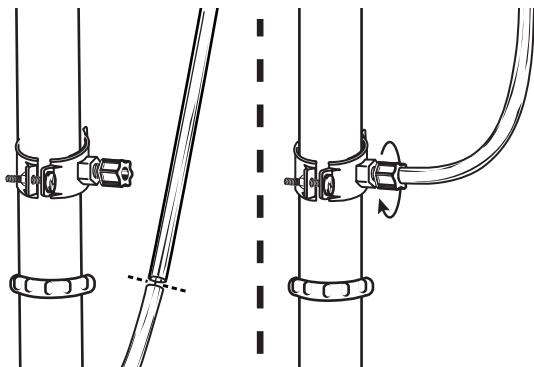

Figure 24
1. Alinee la tubería roja de 3/8" de la llave de agua con la tuerca de compresión en la abrazadera de desagüe, vea la Figure 24. Cree un pasaje lo más recto posible con la tubería. Corte la tubería directamente debajo de la tuerca y retire las rebabas internas y externas.
2. Afloje la tuerca de compresión dos (2) vueltas enteras. Inserte la tubería dentro de la tuerca hasta que se detenga. Apriete con los dedos, luego apriete una (1) o dos (2) vueltas con una llave inglesa.